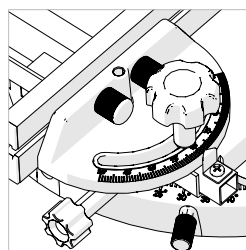

Fig. 22
- Use un destornillador Phillips n.º 2 para aflojar el tornillo de fijación del puntero del ángulo. **(Fig. 22)** Ajuste el puntero de forma adecuada y después vuelva a apretar el tornillo de fijación.